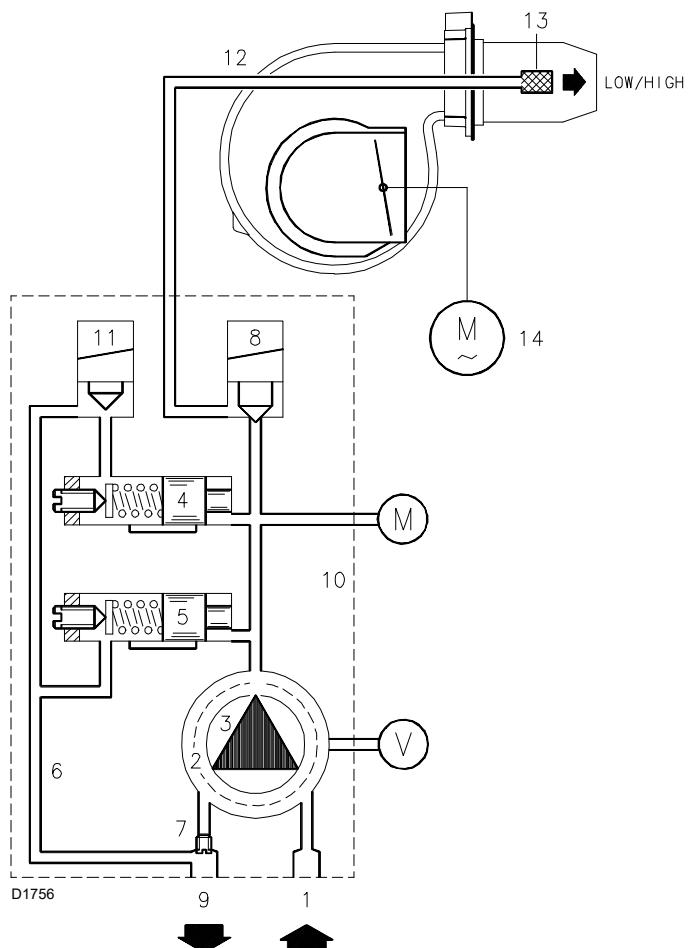

Fig. 25
- Quando la temperatura o la pressione aumenta fino all'apertura di TR, l'elettrovalvola 11) (Fig. 25) si apre ed il bruciatore passa dal 2° a 1° stadio di funzionamento.